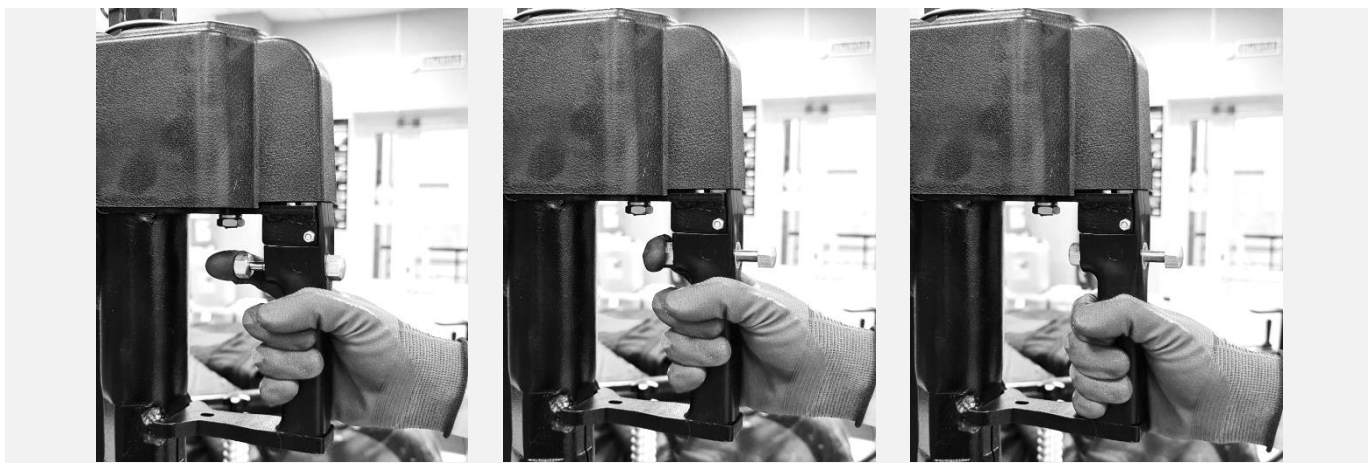

Рисунок 45
- Зафиксировать положение монтажной головки, нажав кнопку фиксатора (см. Рисунок 45). При этом монтажная головка автоматически отодвинется на расстояние около 2 мм от закраины диска.